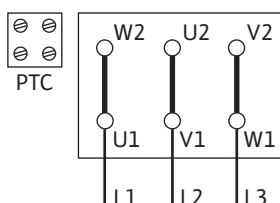
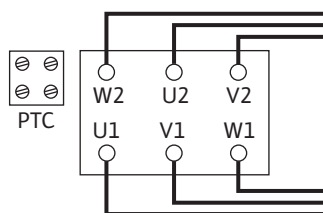

Fig. 10: Y-Δ pokretanje
Fig. 11: Δ-uključivanje
- Mrežni priključak ovisi o snazi motora P2, mrežnom naponu i vrsti uključenja. Potrebno uključenje spojnih mostova u priključnoj kutiji navedeno je u sljedećoj tablici te na Fig. 10 i Fig. 11.
Y-Δ pokretanje (standard)	Uklonite spojne mostove (Fig. 10).
Pokretanje putem blagog zaleta	Δ-uključivanje (Fig. 11)